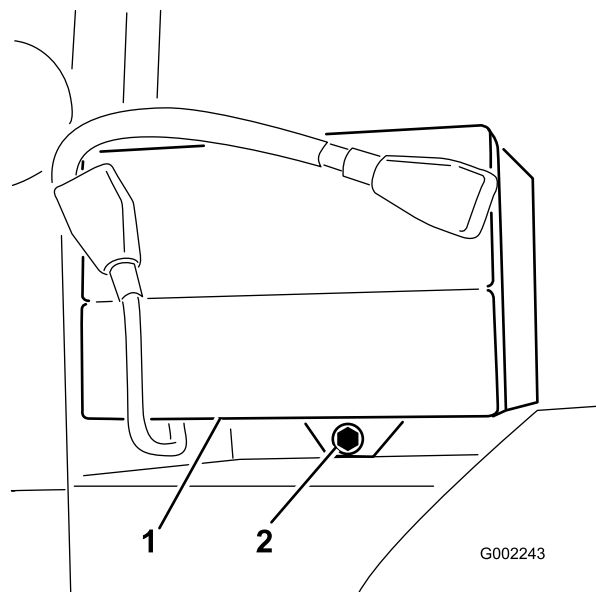

Figura 45
2. Togliete la cinghia della batteria e i dispositivi di fermo (Figura 45).
3. Montate la cinghia della batteria e fissatela con i dispositivi di fermo tolti in precedenza (Figura 45).